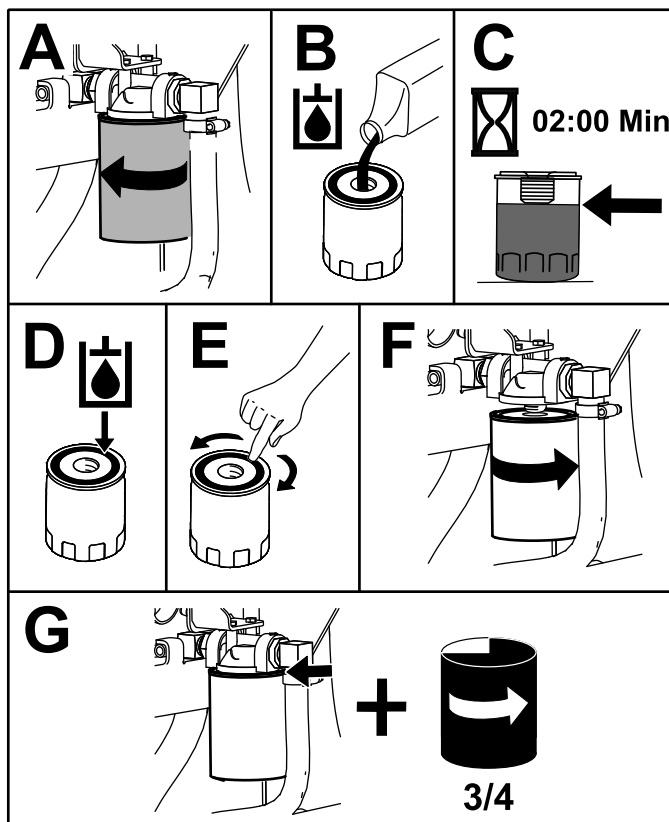

Figure 64
4. Placez un bac de vidange sous le filtre et remplacez le filtre (Figure 64).